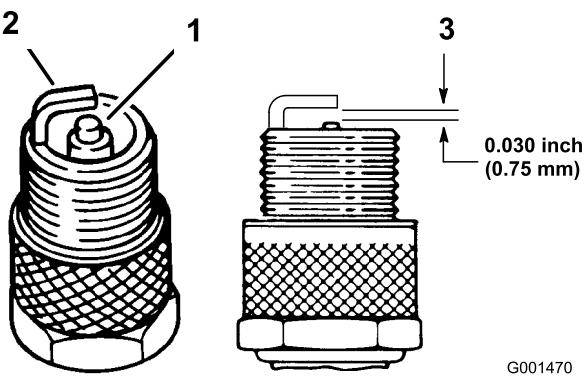

Figura 27
- Controllate la parte centrale delle candele (Figura 27). Se l'isolatore è di color marrone chiaro o grigio, il motore funziona correttamente. Una patina nera sull'isolatore significa in genere che il filtro dell'aria è sporco.
- Controllate la distanza tra gli elettrodi centrale e laterale (Figura 27). Piegate l'elettrodo laterale (Figura 27) se la distanza non è corretta.
- Collegate i cappellotti alle candele (Figura 27).